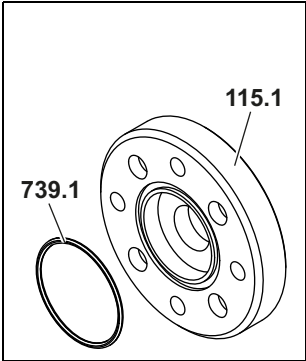

Fig. 2
2. Retire los anillos tóricos **739.1** y **739.2**, véase Fig. 2, página 29.